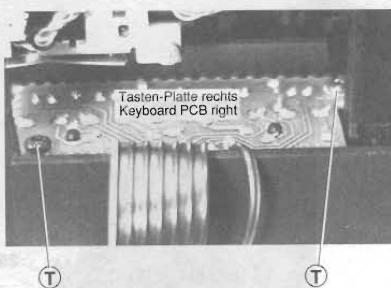

Fig. 22
19. Tastenplatte (rechts) ausbauen (Fig. 22)
- 2 Schrauben (T) lösen.
19. Removing the Keyboard PCB (right) (Fig. 22)
- Undo 2 screws (T).